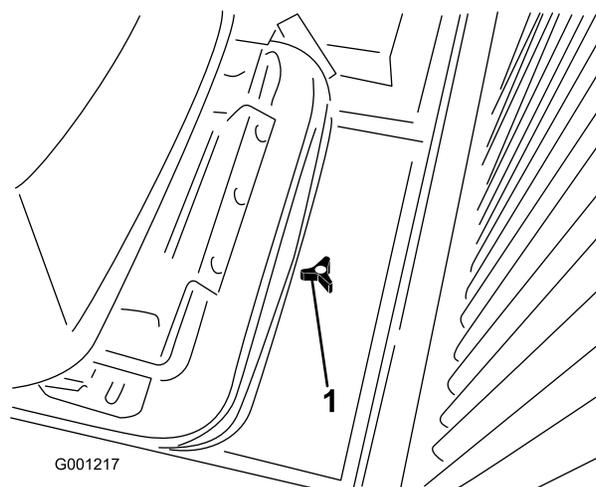

Figura 31
1. Desaperte o manípulo e retire a tampa de acesso, na parte posterior da placa de montagem do banco (Figura 31).